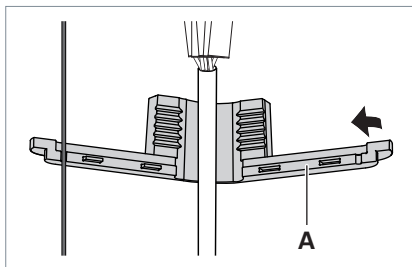

Fig. 17: Posizionamento del condotto per cavi.
- ▶ Collocare il condotto per cavi **A** intorno al cavo di allacciamento e al cavo metallico, vedi Fig. 17.